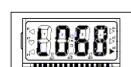

图 10
- 2) 按“移位”键，将移位标记移至百位，此时按“+”/“-”按键，使液晶百位显示为“0”；将移位标记移至十位，此时按“+”/“-”按键，使液晶十位显示为“6”；将移位标记移至个位，此时按“+”/“-”按键，使液晶十位显示为“8”。此时液晶上显示如图 10 所示。
- 3) 按“确认”键，如写入正确，液晶显示仍为图 10 所示。如果写入的类型为“不合法”的值，模块默认类型为 64，即为标准类型的 LD6800ED-1 模块。